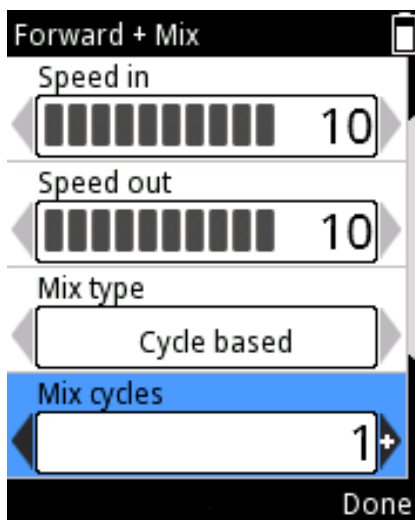

図 D30
6. 混合タイプがcycle based (サイクルベース)の場合、スクロールして 混合サイクル を選択し、、 を使って数値を変更します(図 D30)。